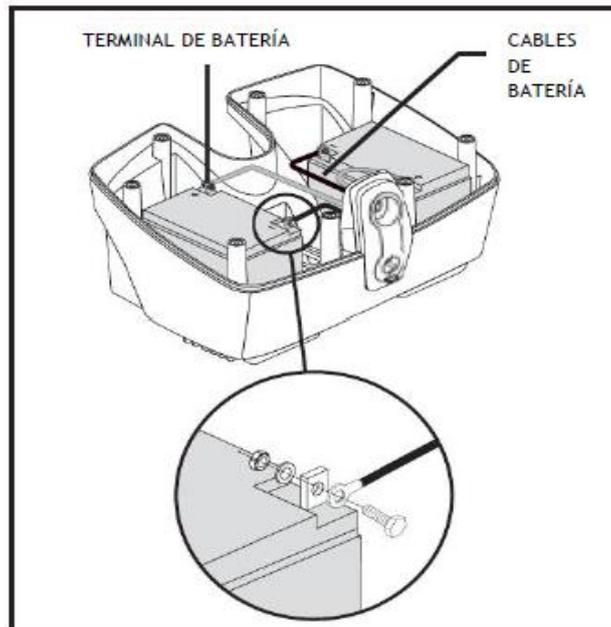

Figura 19. Cambio de la batería
3. Retire los ocho (8) tornillos del contorno del paquete de la batería.
5. Desconecte los cables negro (-) y rojo (+) de batería de los terminales. (Ver la figura 19).